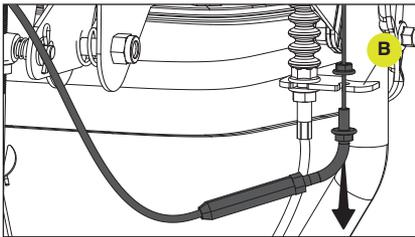

Figure 87
2. Tirez le câble vers le bas pour le dégager de la plaque métallique (B) qui le maintient en place. (Fig. 87)